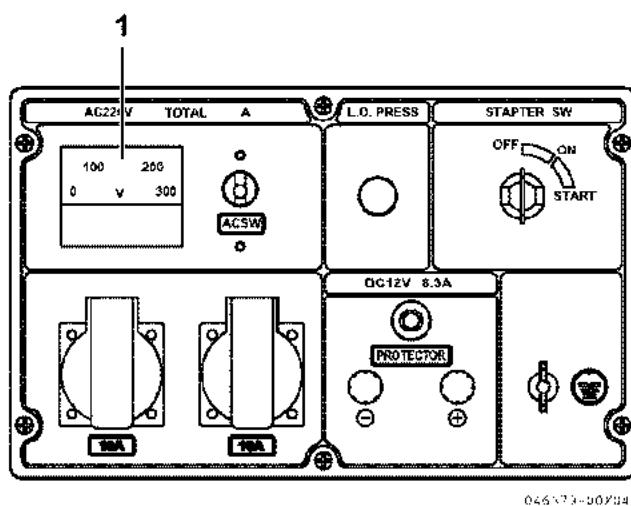

Рисунок 22
1. Запустите двигатель. См. раздел Запуск генератора. После запуска двигателя, удостоверьтесь, что вольтметр (Рисунок 22, (1)) показывает напряжение. Если индикации нет, ОСТАНОВИТЕ генератор, иначе вольтметр может быть поврежден.